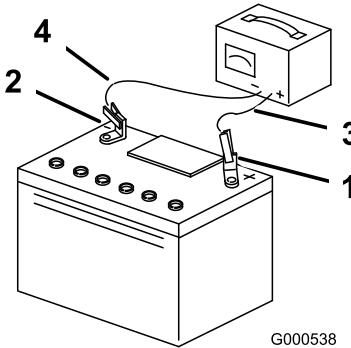

Bild 40
3. Ziehen Sie, wenn die Batterie voll geladen ist, den Stecker des Ladegeräts aus der Dose. Klemmen Sie dann die Klemmen des Ladegeräts von den Batteriepolen ab (Bild 40).